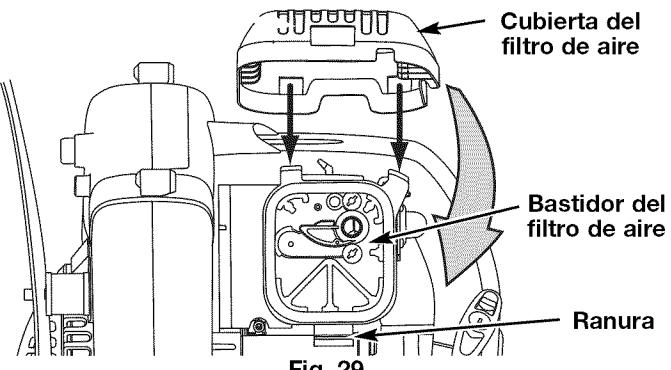

Fig. 29
8. Mueva la cubierta hacia la izquierdo derecha hasta que la orejeta del filtro de aire calce en su lugar en la ranura de la placa posterior (Fig. 29).